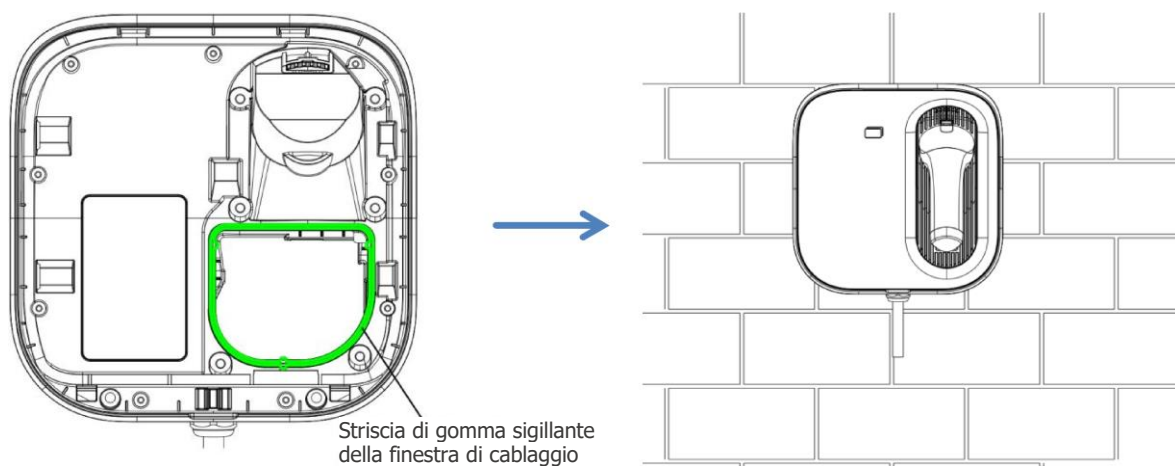

Figura 4-21 Completamento dell'installazione
- (7) Verificare che la striscia di gomma sigillante della finestra di cablaggio sia installata correttamente, quindi reinstallare il supporto del connettore di ricarica e serrare le 6 viti, reinstallare il coperchio decorativo e inserire il connettore di ricarica nell'apposito supporto, come illustrato nella Figura 4-21.